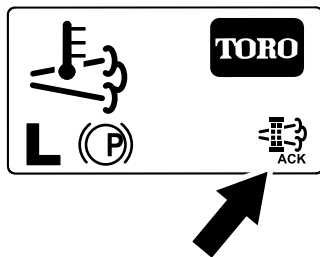

Figura 62
- O InfoCenter apresenta o Ecrã inicial e o ícone de confirmação da regeneração (Figura 62) surge no canto inferior direito do ecrã enquanto a regeneração é processada.